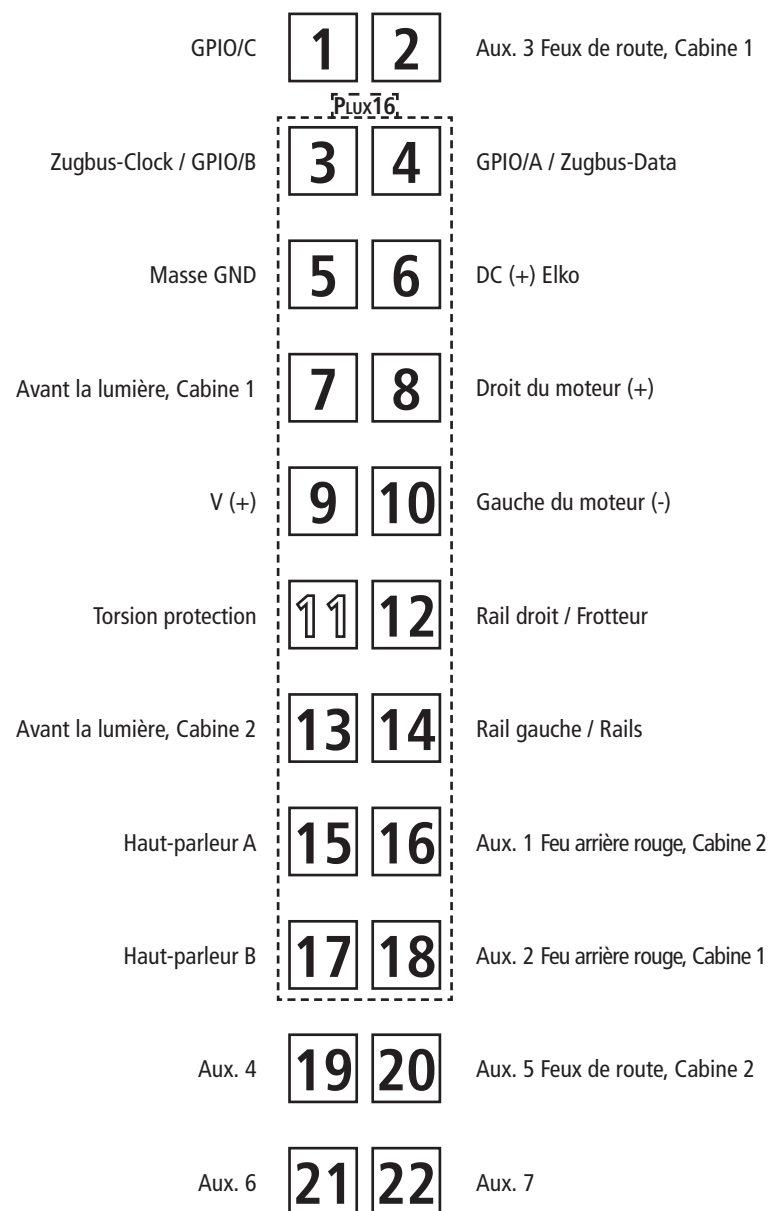
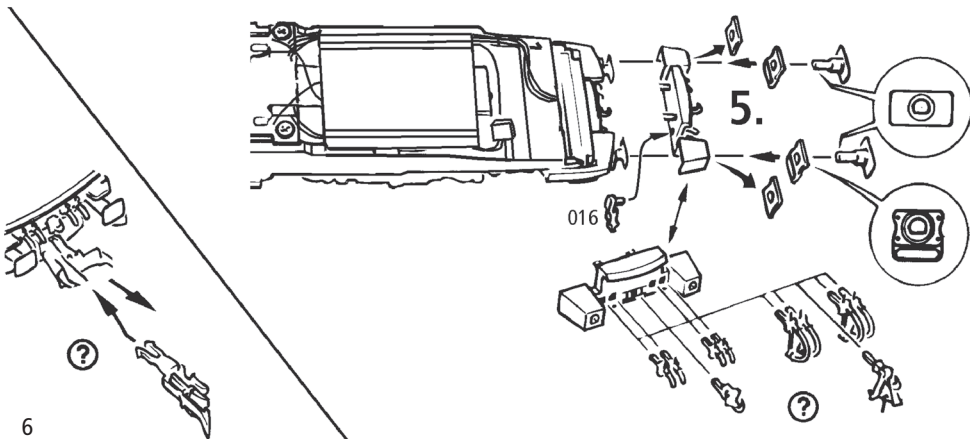

Fig. 5
Fig. 3
2. Schmierung: Versehen Sie die im Schmierplan in Fig. 8 gekennzeichneten Stellen mit nur **kleinen Öltropfen**. Dazu zuerst das Lokgehäuse abnehmen (Fig. 3). Wir empfehlen den **ROCO Öler Art.-Nr. 10906**. Fürs Schmieren der Getriebeteile (Zahnräder, Schnecke) empfehlen wir das **ROCO-Spezialfett Art.-Nr. 10905**. Im Falle der Schmierung diese Teile **nicht ölen**.
Mehrzugbetrieb: Zuerst Lokgehäuse abnehmen (Fig. 3). Danach den Brückenstecker aus der Schnittstelle entfernen (diesen sorgsam aufbewahren). Danach den Stecker des Decoders lage-richtig einsetzen (Fig. 5).
4. Motorwechsel: Lokgehäuse abnehmen (Fig. 3). Danach wird der Motor ausgebaut und ausgetauscht (Fig. 6).
2. Lubrication: Apply **tiny oil drops** to spots marked in fig. 8. Prior to lubrication dismantle locomotive (fig. 3). We recommend using item no. **10906, Roco oiler**. For lubrication the gearparts (e.g. cogwheels, worm) we would recommend our Roco **special grease** (item no. **10905**). **Attention:** Please do not oil these parts when using our grease.
Running in digital mode: Remove the jumper from the interface. Finally put the plug of the decoder into the interface as shown in fig. 5.
4. Motor Changing: First remove loco body (fig. 3), and then the motor (fig. 6).
2. Graissage: N'appliquez **qu'une toute petite goutte** aux endroits indiqués par le plan de graissage (fig. 8) après avoir démonté la caisse de la locomotive (fig. 3). Nous vous recommandons **le graisseur à huile Roco réf. 10906**. Pour graisser les engrenages (roues dentées, vis sans fin) nous vous conseillons la **graisse spéciale Roco réf. 10905** pour engrenages en matières synthétiques. Lorsque vous utilisez cette graisse il faut éviter d'huiler ces composants.
Exploitation en télécommande multi-trains: Enlevez la fiche de shuntage de l'interface (à conserver!) et enfichez finalement la fiche de décodeur aux prises de l'interface. Veillez à la position correcte de la fiche (fig. 5).
4. Remplacement du moteur: Démontez la caisse (fig. 3). Démontez ensuite le moteur (fig. 9).
voir } Fig.3